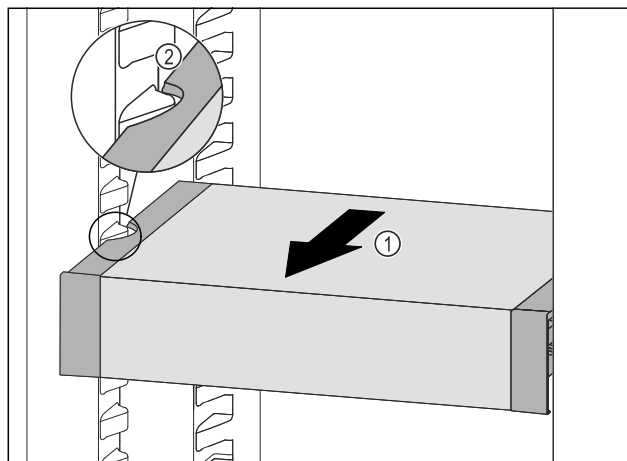

Fig. 131
- ▶ Tirare VarioSafe in avanti Fig. 131 (1) fino a quando le cavità laterali di VarioSafe non si trovano al livello della nervatura del contenitore nel vano frigorifero. Fig. 131 (2)